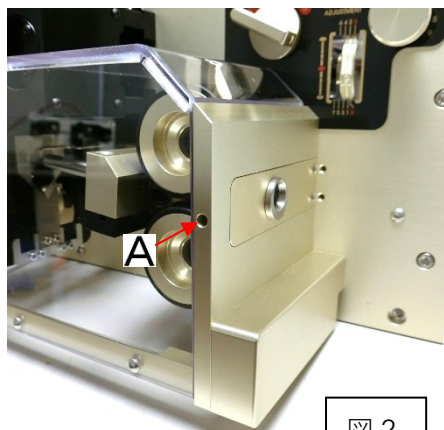

図 2
- ・取り外し：安全カバー前面穴の奥（図 2 の A）にある M 4 ホーローネジを緩め、右に引き出して下さい。
〈図 2 参照〉